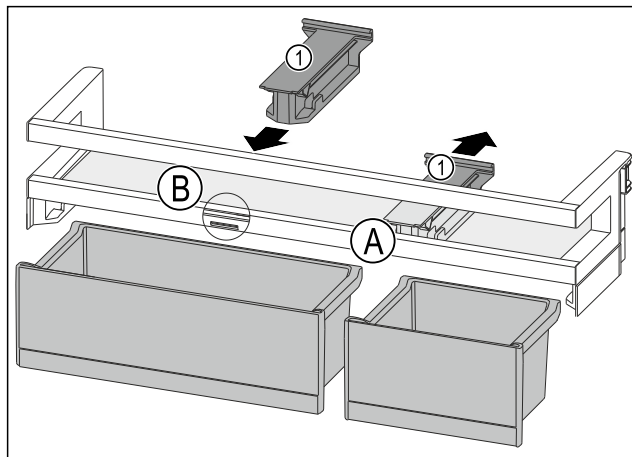

Fig. 88
- Držák Fig. 88 (1) v poloze Fig. 88 (A) stáhněte dozadu.
- Držák Fig. 88 (1) vložte v poloze Fig. 88 (B).